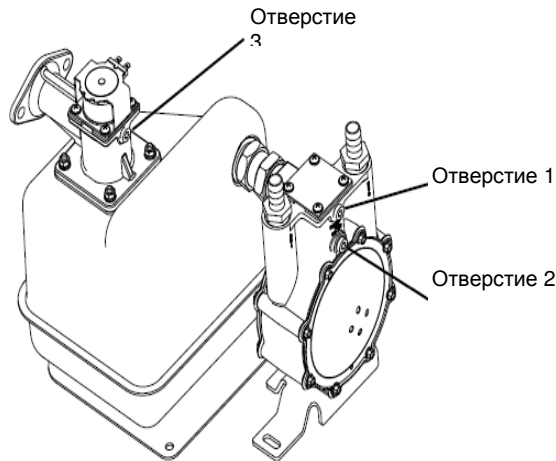

Рисунок 14. Точка тестирования давления газа
1. Установить манометр на отверстие 2 топливного регулятора. Смотреть рисунок 14.